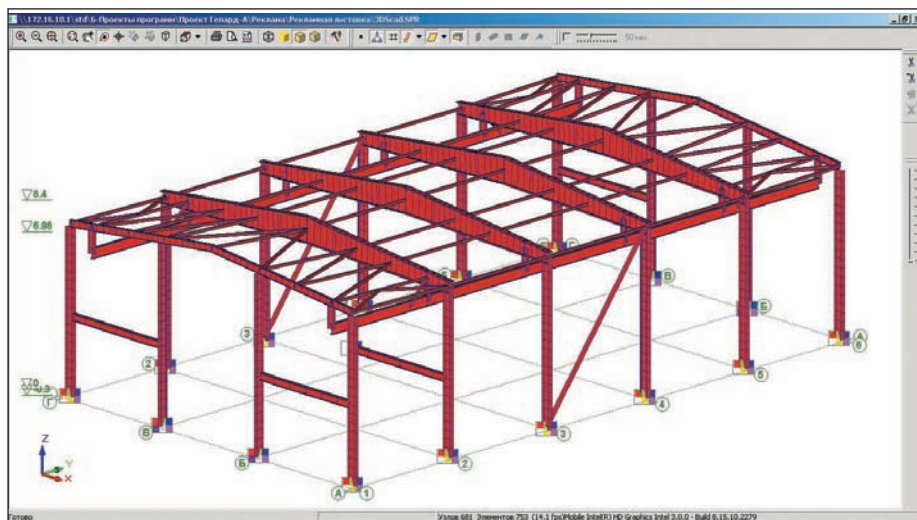
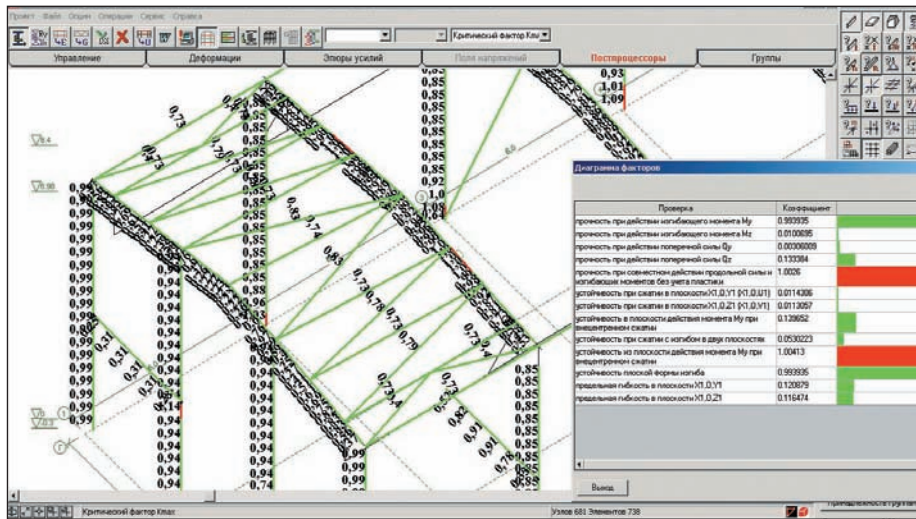
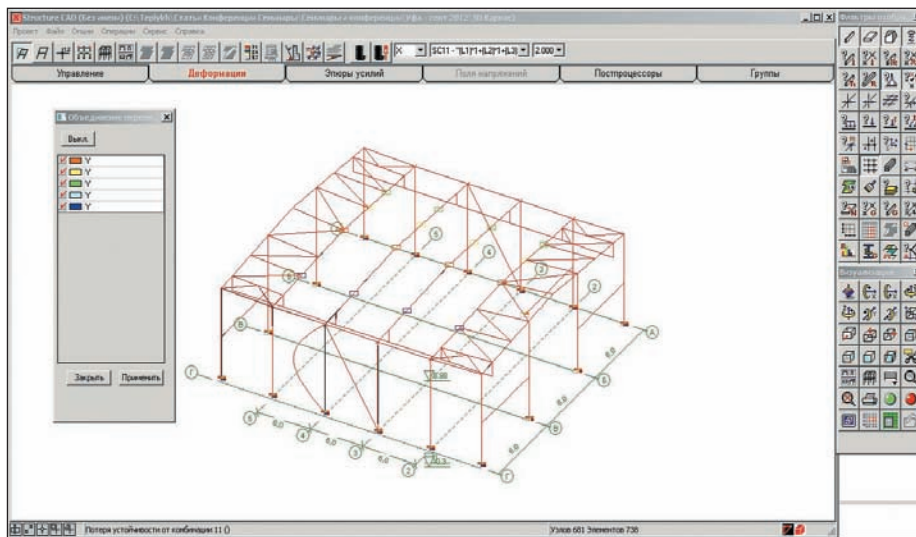

Рис. 7. Трехмерная расчетная модель в программе SCAD, построенная на основе плоских рам, созданных в Гепард-А
Рис. 8. Фрагмент модели SCAD с отображением максимальных коэффициентов использования и диаграммы факторов в наиболее нагруженном элементе ригеля
Рис. 9. Первая форма потери устойчивости каркаса в SCAD ($Y_s=1,66>1,3$)
4. Выполняется экспорт расчетной модели в SCAD, где выстраивается трехмерная модель (рис. 7) и выполняются установленные нормативными документами проверки. На рис. 8 представлены коэффициенты использования несущей способности и диаграмма факторов в программе SCAD, а на рис. 9 показана первая форма потери устойчивости каркаса, полученная в программе SCAD. Следует отметить, что согласно п. 4.2.6 и 4.3.2 СП 16.13330.2011 [3] оценка общей устойчивости каркаса является обязательной. Оценка общей устойчивости и нормируемый коэффициент запаса устойчивости $\gamma_s = 1,3$, наряду с привычным поэлементным расчетом, существенно повышают качество расчетного обоснования и надежность конструкций даже для традиционных каркасов, у которых, как правило, поэлементный расчет полностью обеспе-